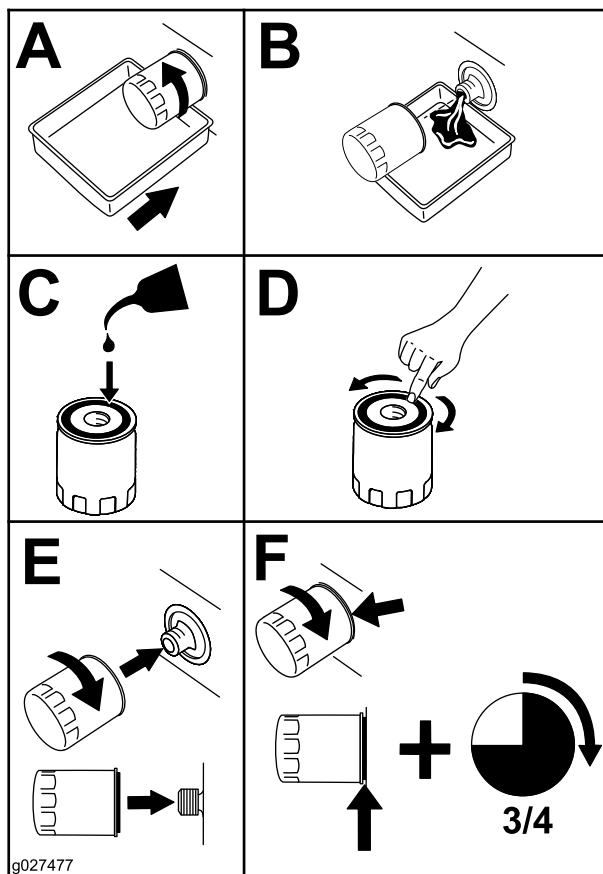

Figura 51
4. Înlocuiește filtrul de ulei de motor conform indicațiilor din Figura 51.